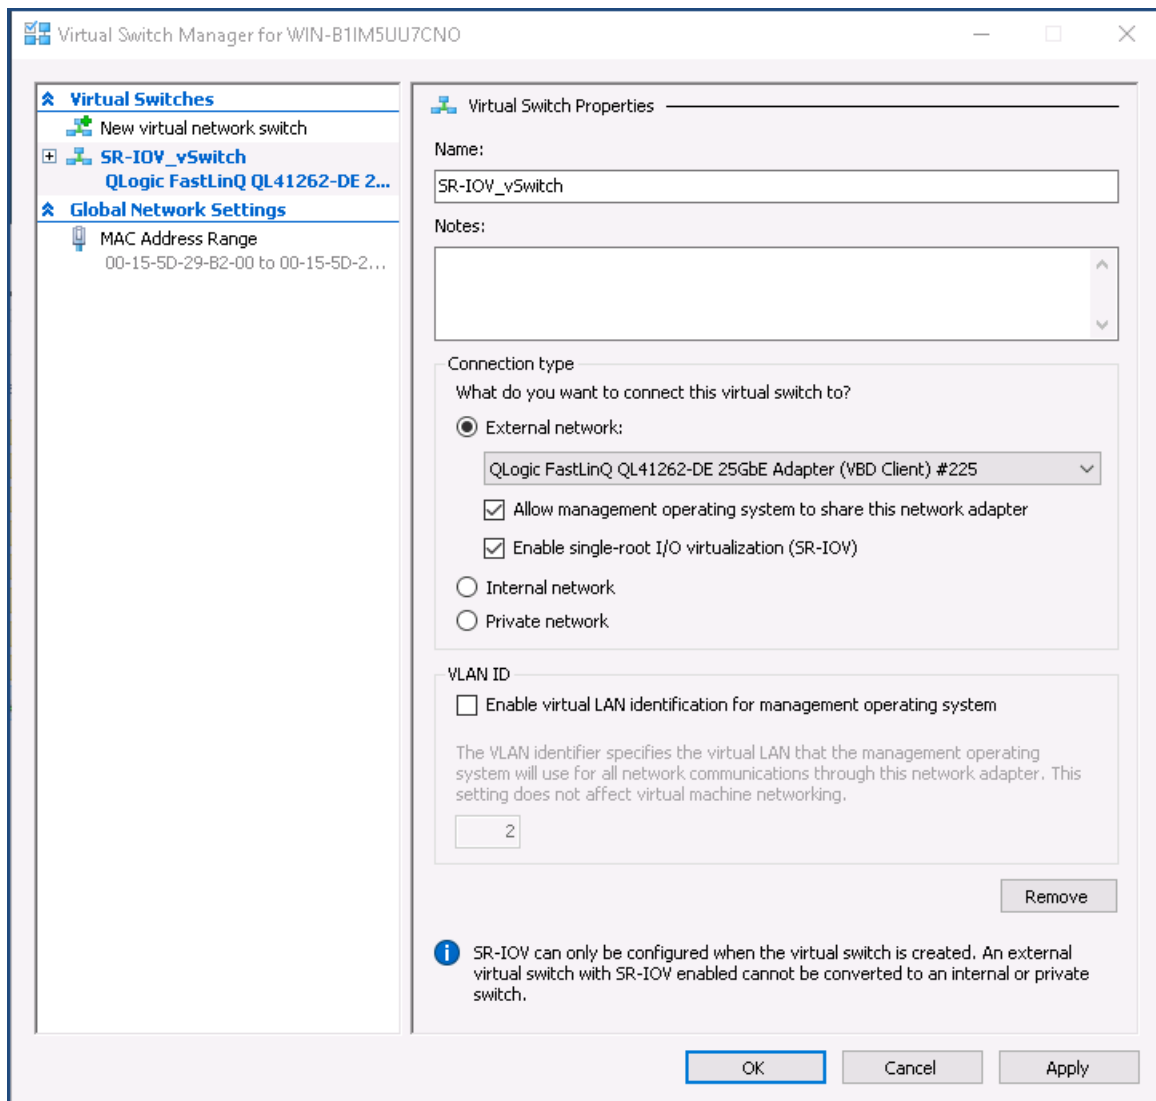

Figure 11-4. Gestionnaire de commutateur virtuel : Activation de SR-IOV
10. Pour créer un commutateur de machine virtuelle avec SR-IOV (Figure 11-4 à la page 188) :